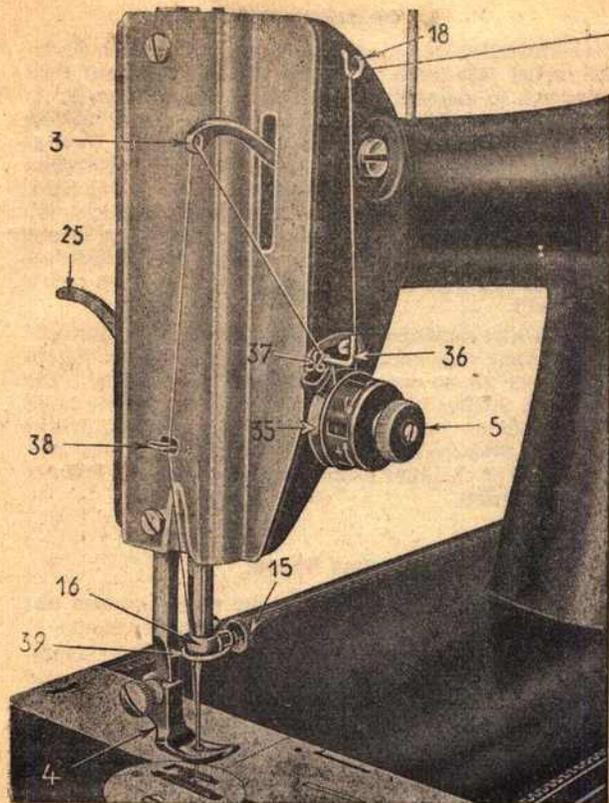

Abb. 10
Dann wird die Schraube 15 Abb. 10 im Nadelhalter etwas losgedreht.
12. Das Einfädeln des Oberfadens (Abb. 10).
Die Spannung für den oberen Faden wird durch Drehen der Mutter 5 an der Fadenspannung Abb. 10 eingestellt. Dreht man die Mutter nach rechts, wird die Spannung stärker, dreht man sie nach links, wird die Spannung schwächer.